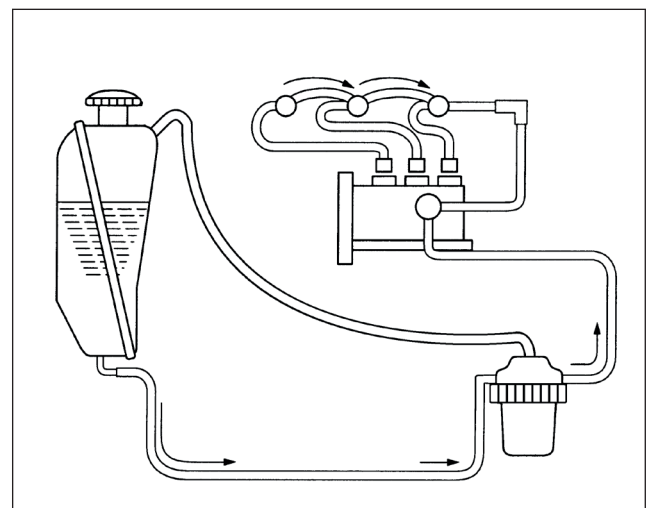

ABB. 103
ABB. 103 und 104: Der Motorluftfilter (1) befindet sich oberhalb des Motors. Zur Wartung des Motorluftfilters die Motorhaube öffnen.